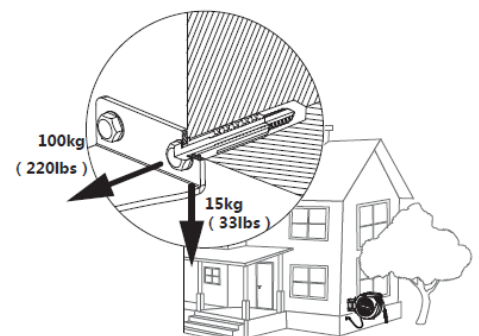

Fig. 2
- Il doit être suffisamment robuste pour supporter les charges indiquées à la Fig. 2.